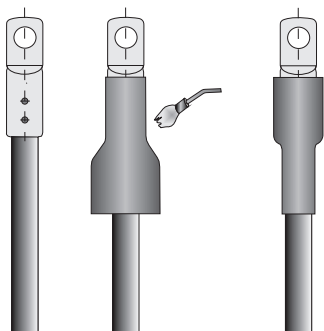

Рисунок 6.
- Надеть на оконцованные жилы трубки изоляции наконечников и усадить их (рисунок 6).